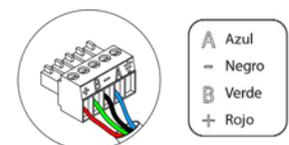

Fig. 76
Para la conexión al bus domótico de la central ③ dispone de 1 borna de 5 pines. Fije los cables con los tornillos de la borna respetando el código de colores (Fig. 76).